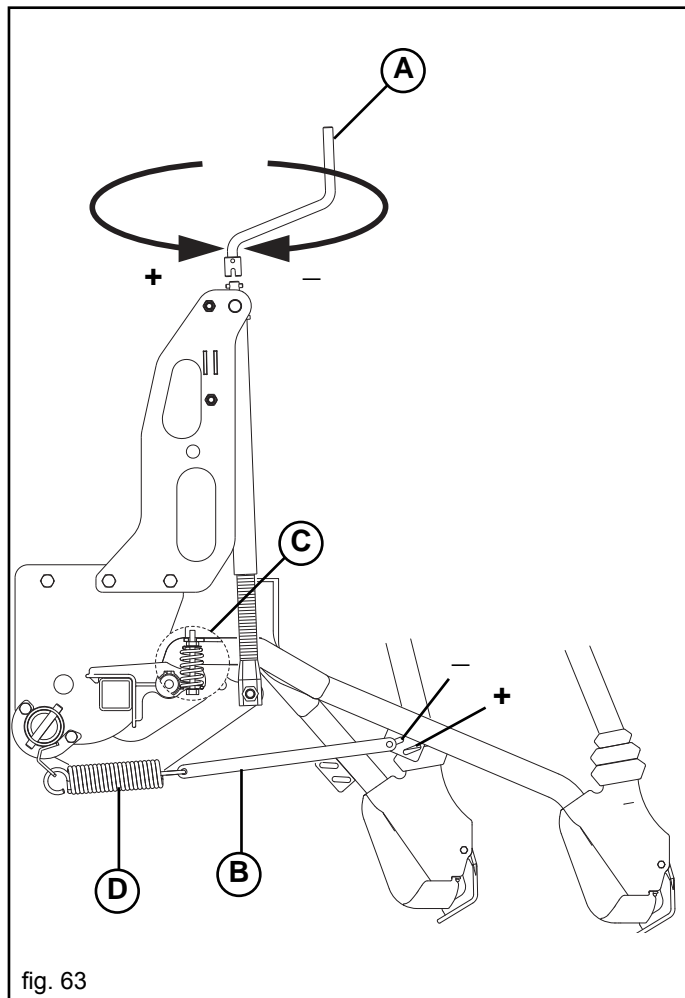
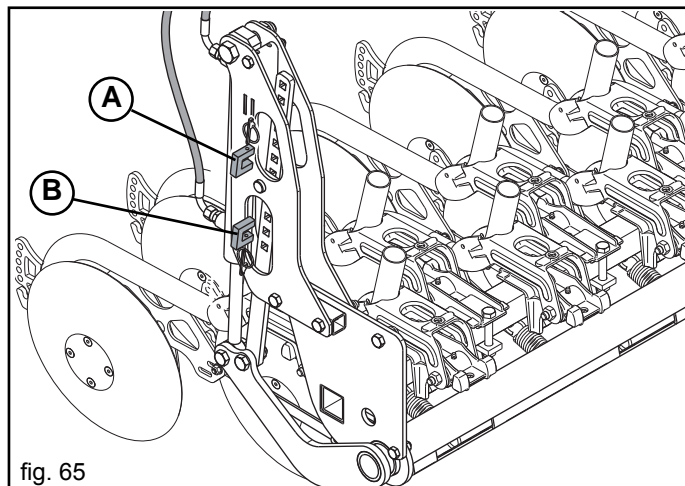

fig. 63
fig. 65
La profondeur d'ensemencement est réglée en même temps pour tous les rayonneurs moyennant une manivelle (Fig. 63) qui permet, si tournée dans le sens inverse des aiguilles d'une montre, d'exercer grâce à des ressorts de traction une pression supérieure des rayonneurs sur le terrain et de conséquence une chute plus profonde de la semence.
On peut ultérieurement régler la pression, séparément, en changeant la position de la tringle (B Fig. 63).
Uniquement pour la version avec les socs en sabot, un accessoire est disponible : il s'agit d'un ressort (C, Fig. 63) qui permet de remettre à zéro le poids de chaque élément lorsque le ressort (D) est complètement déchargé. Dans ce cas, il est possible d'effectuer des semis superficiels.
Sur demande, le semoir peut être équipé de réglage hydraulique de la pression des socs (Fig. 65). Ce dispositif est monté à la place de la vis de réglage manuel (Fig. 63) et il est raccordé moyennant les tubes hydrauliques au distributeur (double effet) du tracteur. Pour actionner ce dispositif, agir sur le levier de distribution du tracteur.
Les blocs (A-B, Fig. 65) déterminent respectivement la pression maximale et minimale qu'il est possible d'exercer sur les socs servant de fin de course au cylindre oléodynamique.